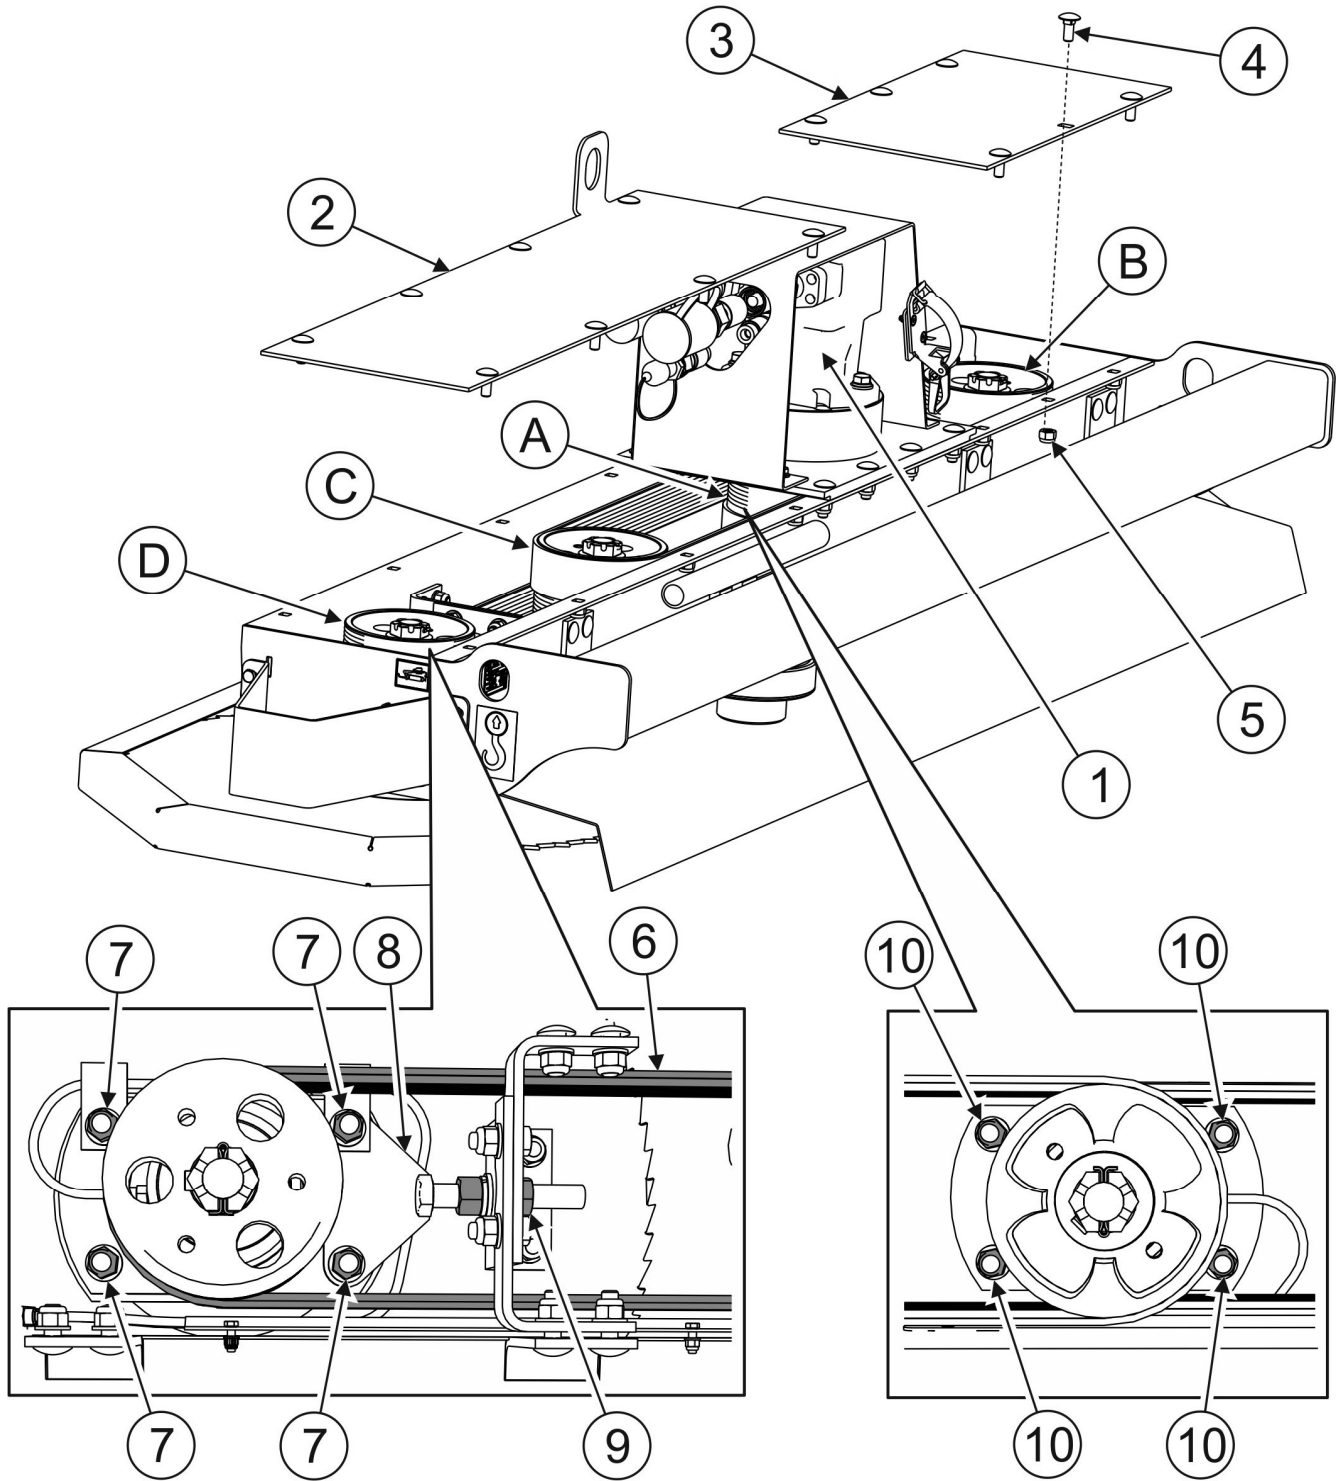
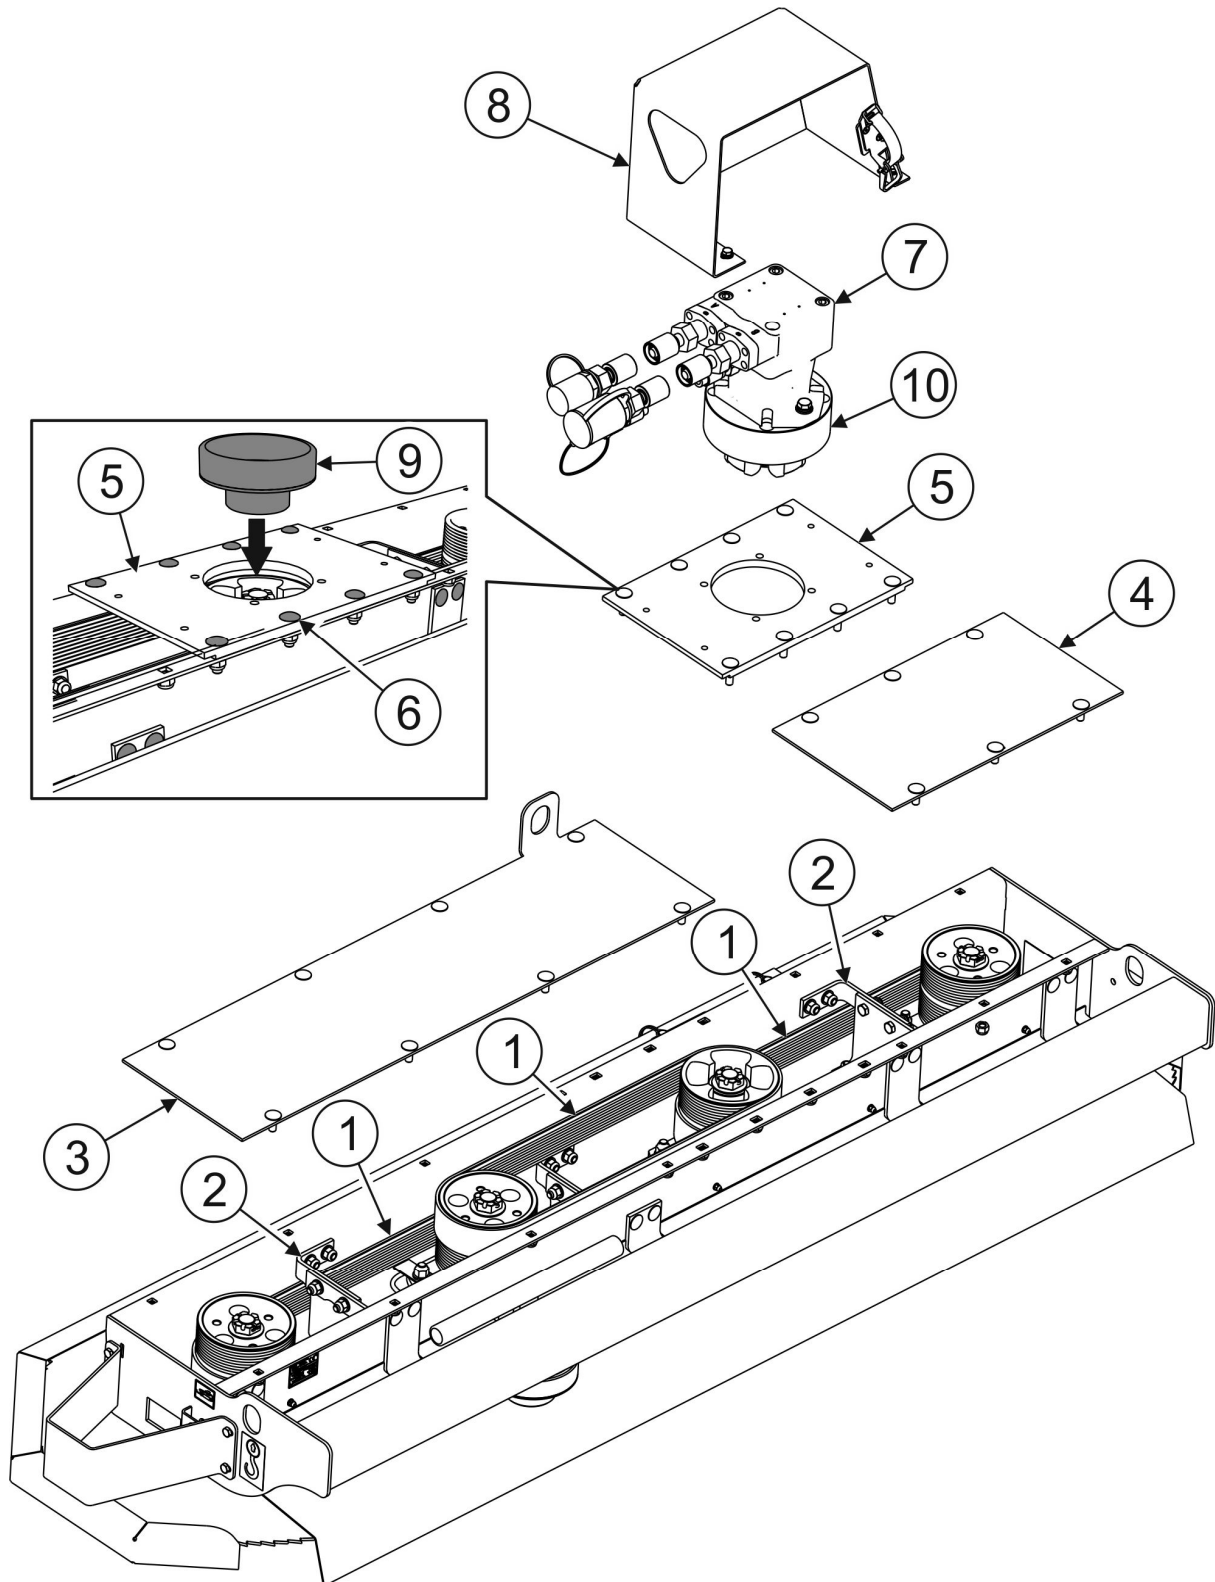

РИСУНОК 5.4 Перевірка та регулювання натягу клинових пасів
РИСУНОК 5.5 Заміна поліклінових пасів
Огляд поліклинових пасів (6) (РИСУНОК 5.4) полягає в перевірці їх технічного стану та натягу. Щоб отримати доступ до поліклинових пасів, необхідно зняти дві верхні кришки (2) і (3) системи привода пилки.
Перед перевіркою натягу поліклинових пасів перевірити надійність затягнення болтів (10), що кріплять кронштейн ремінного шківа (А) гідромотора (1) (РИСУНОК 5.4).
(1)- поліклінові паси; (2)- кронштейн натяжного пристрою; (3), (4)- кришка; (5)- накладка; (6)- гвинти; (7)- гідромотор; (8)- кожух двигуна; (9)- центруюча втулка; (10)- дистанційвальний фланець двигуна.
При пошкодженні одного з пасів його рекомендується замінити. У системі передачі привода містяться три поліклінові паси з каталожним номером 10 PL 1397. Щоб замінити полікліновий пас слід зняти кришки (3) і (4) (РИСУНОК 5.5) і кронштейн натяжного пристрою (2). Під час заміни приводних пасів на ремінному шківі двигуна необхідно також зняти кожух двигуна (8), гідравлічний двигун (7) разом з фланцем двигуна (10), а також накладки (5). Знявши кронштейн натяжних пристроїв (2) і двигуна, послабити болти (7) (РИСУНОК 5.4), що кріплять кронштейн ремінного шківа, а потім переміщувати шків, доки з нього не буде можна зняти полікліновий пас.